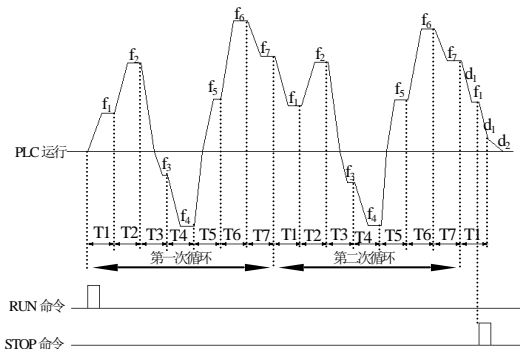

图 6-24 PLC 连续循环方式
**3：连续循环**.如图 6-24，变频器完成一个循环后自动开始下一个循环，直到有停机命令。